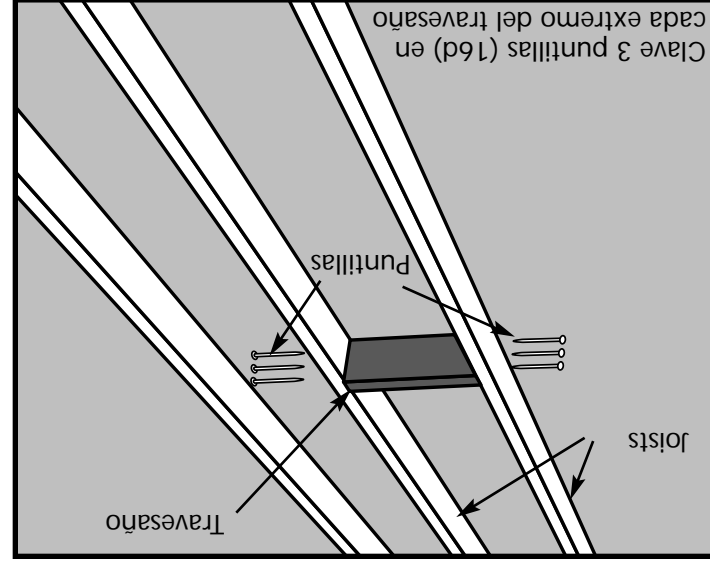

Figura 13
PASO 3. Coloque uno de estos travesaños en un extremo de su ubicación elegida (Figura 13). El travesaño debe encajar ajustadamente entre las vigas. Martille para colocarlo en su posición si es necesario; si el travesaño tiene 1/16 pulgadas (1.6mm) de más, recórtelo. Si tiene 1/16 pulgadas (1.6mm) de menos, corte otra pieza.
PASO 4. Coloque en ángulo recto el travesaño en una viga y clave 3 puntillas (16d) a través de la viga y dentro del travesaño. Revise en cuanto a ángulo recto y clave 3 puntillas (16d) a través de la otra viga y dentro del travesaño (Figura 13).